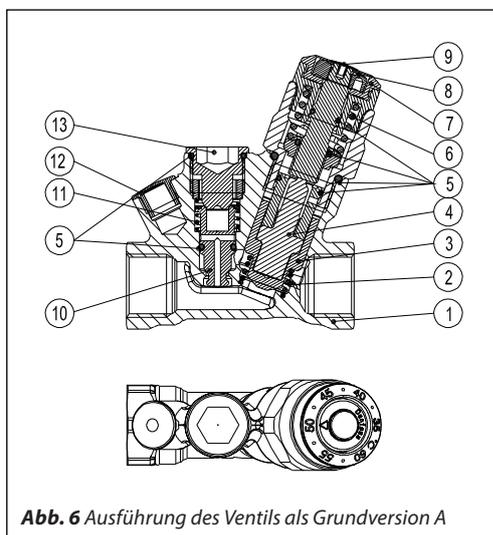
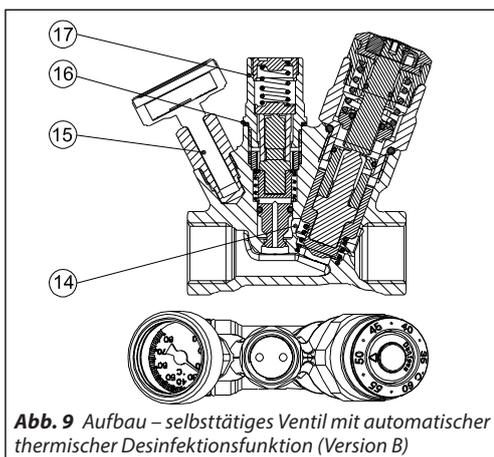
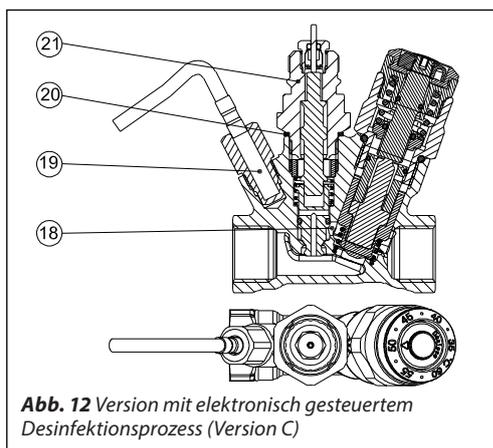

Abb. 6 Ausführung des Ventils als Grundversion A
Abb. 9 Aufbau – selbsttätiges Ventil mit automatischer thermischer Desinfektionsfunktion (Version B)
Abb. 12 Version mit elektronisch gesteuertem Desinfektionsprozess (Version C)
MTCV ist ein selbsttätiges, thermostatisches Regelventil. Ein im Ventilkegel (Abb. 6, Pos. 3) montiertes Thermoelement (Abb. 6, Pos. 4) bewirkt eine Reaktion des Ventils auf Temperaturänderungen.
Eine Sicherheitsfeder (Abb. 6, Pos. 6) schützt das Thermoelement vor Beschädigung, wenn die Wassertemperatur den Sollwert übersteigt.
Nach Entfernen des Abdeckstopfens am Desinfektionsanschluss (Abb. 6, Pos. 13) kann das thermostatische Desinfektionsmodul unter Anlagendruck ohne Betriebsunterbrechung montiert werden (Abb. 9, Pos. 17).
- 1–13 Wie in Abb. 6
Nach Entfernen der Abdeckung des Desinfektionsmodul-Anschlussstutzens (Abb. 6, Pos. 13) lassen sich der Adapter (Abb. 12, Pos. 21) und der thermische Stellantrieb TWA montieren. Am Thermometerstutzen wird ein Temperatursensor (PT 1000) montiert (Abb. 12, Pos.